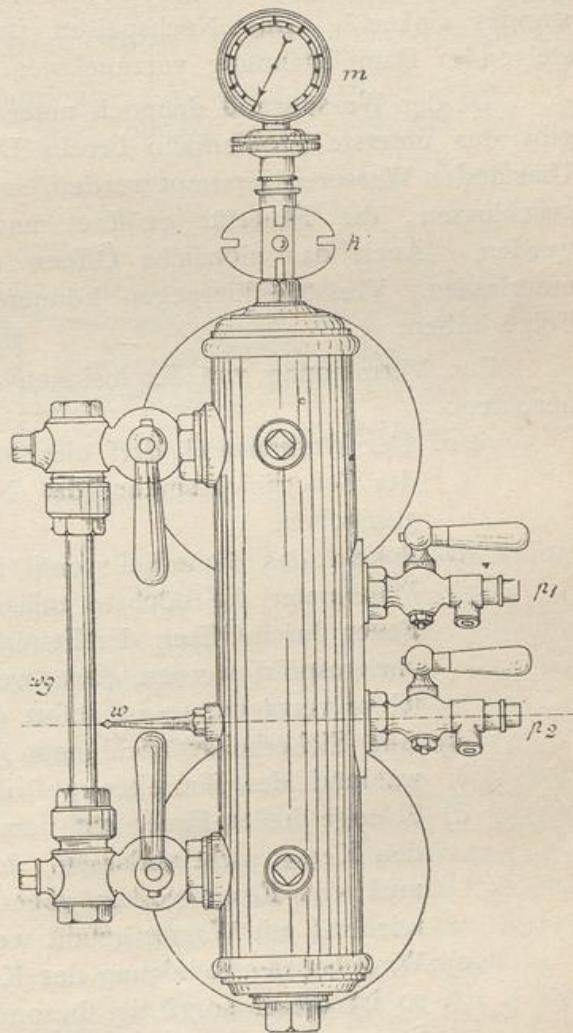

Abb. 149.
c) Zur weiteren Sicherheit dienen die Manometer  $m$  (Abb. 149), von denen an Dampfschiffskesseln mindestens zwei erforderlich sind; hiervon muß eins vom Verdeck aus leicht sichtbar sein. Meist gebräuchlich ist das Federmanometer, bei welchem die vorhandene Dampfspannung in Atmosphären durch einen Zeiger angegeben wird ( $m$ ). Ein roter Strich kennzeichnet den höchstzulässigen Dampfdruck, auf welchen der Kessel geprüft und genehmigt ist.
d) Zur Erkennung des Wasserstandes im Kessel dienen die Wasserstandsgläser ( $wg$  in Abb. 149), deren zwei an Schiffskesseln angebracht sein müssen, ferner zwei Probierhähne  $p_1$  und  $p_2$ , deren unterster in der Ebene des festgesetzten niedrigsten Wasserstandes  $w$  liegt. Letzterer muß an jedem Wasserstandsglase und an der Kesselwandung durch eine deutlich erkennbare Marke bezeichnet sein (siehe in Abb. 149).